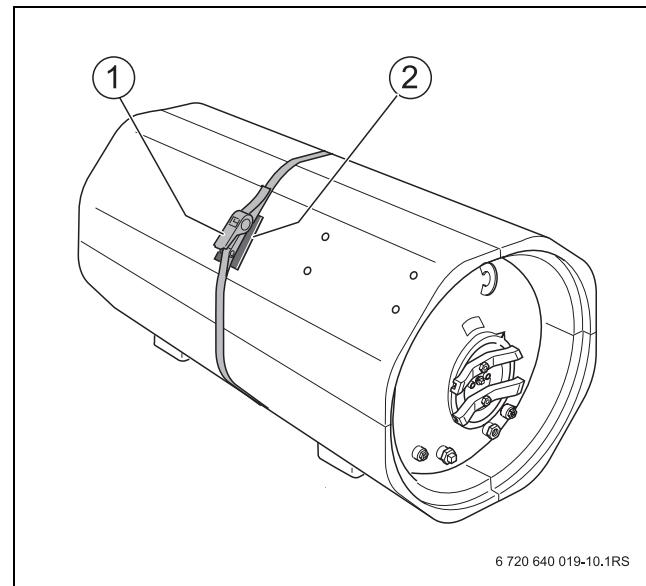
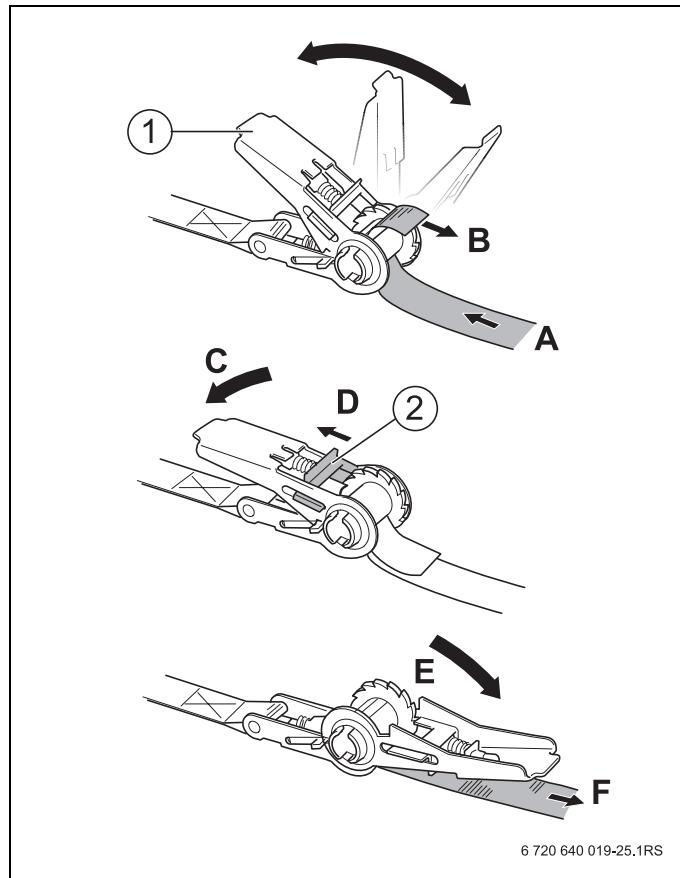

Рис. 12 Стягивание лентой
Рис. 13 Зажатие натяжного устройства
- ▶ Положите стяжную ленту вокруг четырёх сегментов и затяните её натяжным устройством (→ рис. 12, стр. 19 и рис. 13, стр. 20).